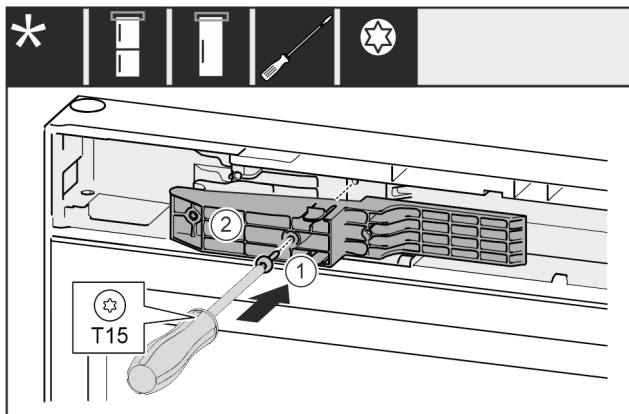

Fig. 50 *
- ▶ Adaptér Fig. 50 (1) na straně rukojeti vložte do výklenku.*
- ▶ Šroubovákem šroub Fig. 50 (2) pevně utáhněte.*